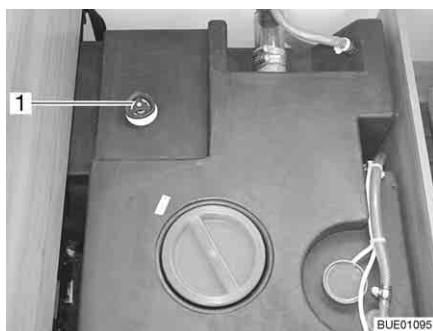
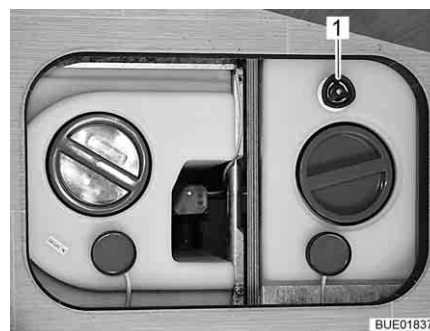

Fig. 233 Réservoir d'eau avec poignée tournante (Viseo)
Fig. 234 Réservoir d'eau avec poignée tournante (Elegance)
- Faire tourner la poignée tournante (Fig. 233,1 ou Fig. 234,1) du réservoir d'eau à fond dans le sens inverse des aiguilles d'une montre au-delà de la résistance pour ouvrir entièrement l'ouverture d'écoulement.